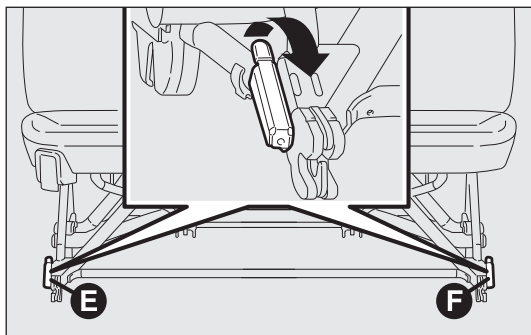

fig. 35
- desde la posición vertical, accione las palancas E y F-fig. 35 girándolas hacia arriba;